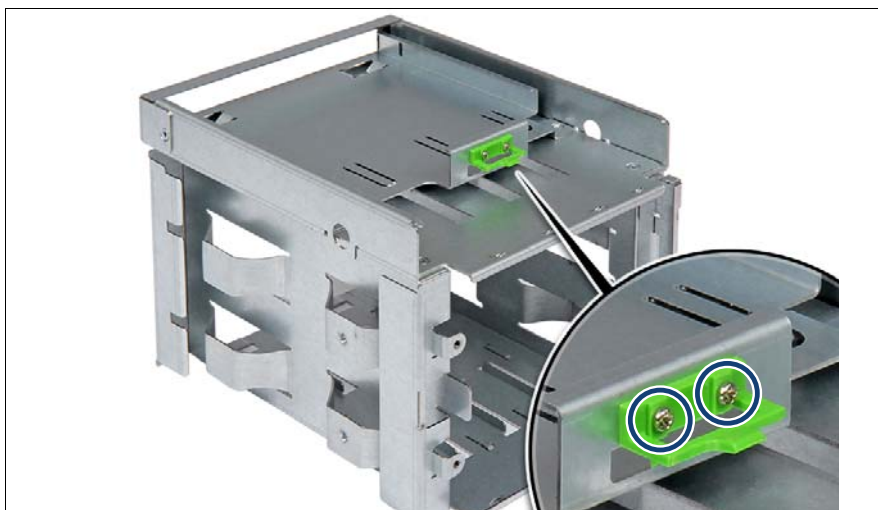

図 231: ウルトラスリム ODD ロッキングラッチの取り外し
- ▶ HDD ケージへの元の 2 本のネジで、ロッキングラッチをウルトラスリム ODD に固定します（図 231 を参照）。